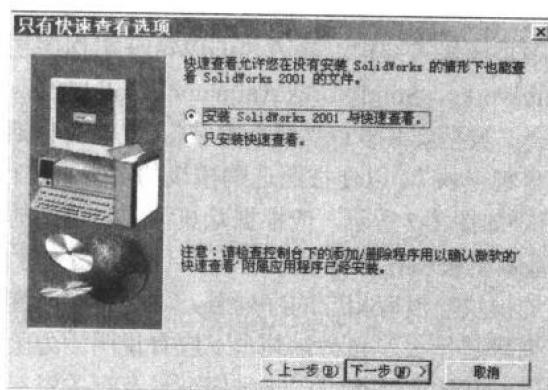

图 1-4 SolidWorks 安装第二步
(2) 选择“安装 SolidWorks 2001 与快速查看”，如图 1-4 所示。